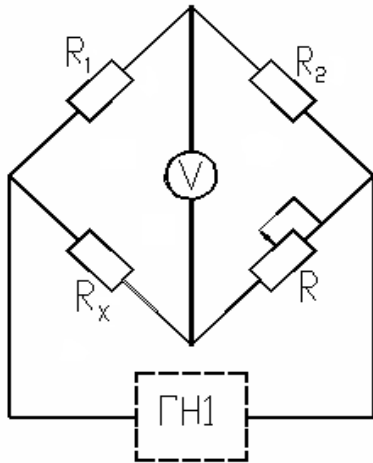

Рис. 2
1. Собрать схему, приведенную на рис. 2. Внутреннее сопротивление генератора ГН1 должно быть выключено, кнопка « $R_{вн}$ » должна быть отжата. Установить выходное напряжение  $\sim 1$  В, для этого подключить вольтметр АВ-1 к контактам ГН1 и с помощью регулятора установить требуемое напряжение.
6. Провести расчет неизвестных сопротивлений  $R_X$  по формуле (10).